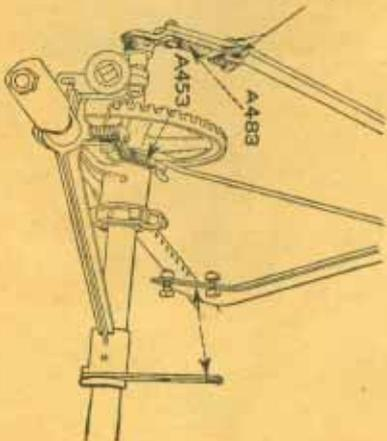

Abbildung Nr. 19.
4. Halte die Haspel-Hebel-Riegelarme in den Riegel (A 483) ein. Befestige den Verbindungsarm (A 483) am Ende der Außenstütz-Weile mittels des darin getriebenen Sattels. Befestige den Haspelhebel an dem Verbindungsarm. (Siehe Abbildung Nr. 19).